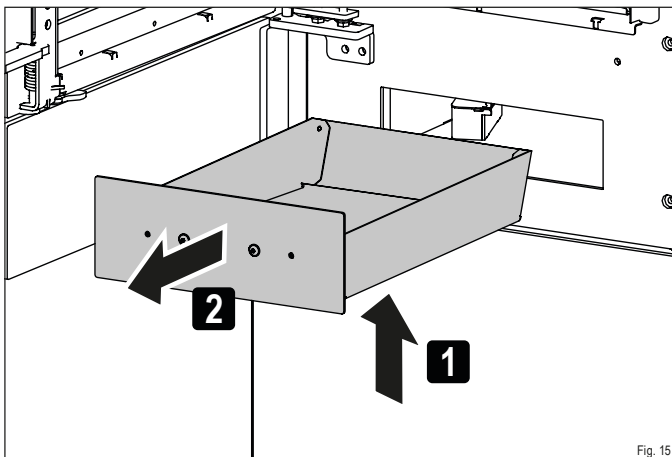

Fig. 15
- ▶ Tirez le bac à cendres hors de l'ouverture par le capot (Fig. 15).
- Tirez le bac à cendres hors de l'ouverture par le capot (Fig. 15).